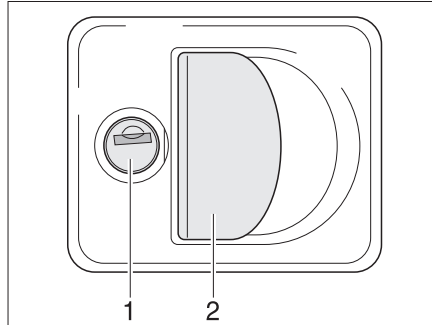

Fig. 26 Cerradura de la trampilla con tirador concha
- Introducir la llave en el cilindro de cierre (Fig. 26,1) y girarla un cuarto de vuelta. Se desbloqueó la cerradura de la trampilla.
- Tirar del asideros de la cerradura (Fig. 26,2). La trampilla exterior está abierta.